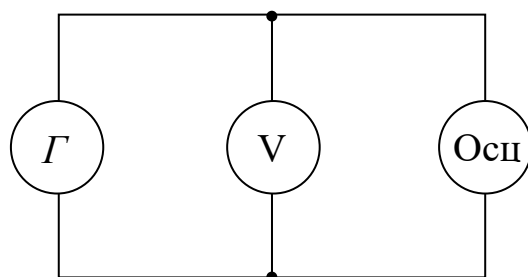

Рис.1. Измерительная схема
Схема установки представлена на рис.1. Источником синусоидального напряжения  $u(t) = U_m \cos(\omega t)$  является генератор  $\Gamma$  ( $U_m$  - амплитуда напряжения на генераторе,  $\omega = 2\pi\nu$  - циклическая частота,  $\nu = 1/T$  - частота,  $T$  - период колебаний). Эффективное значение напряжения на выходе генератора  $U = U_m / \sqrt{2}$  измеряется вольтметром «V», а зависимость напряжения от времени  $u(t) = U_m \cos(\omega t)$  контролируется осциллографом.
2. Зарисуйте в тетради электрическую схему установки (рис.1).